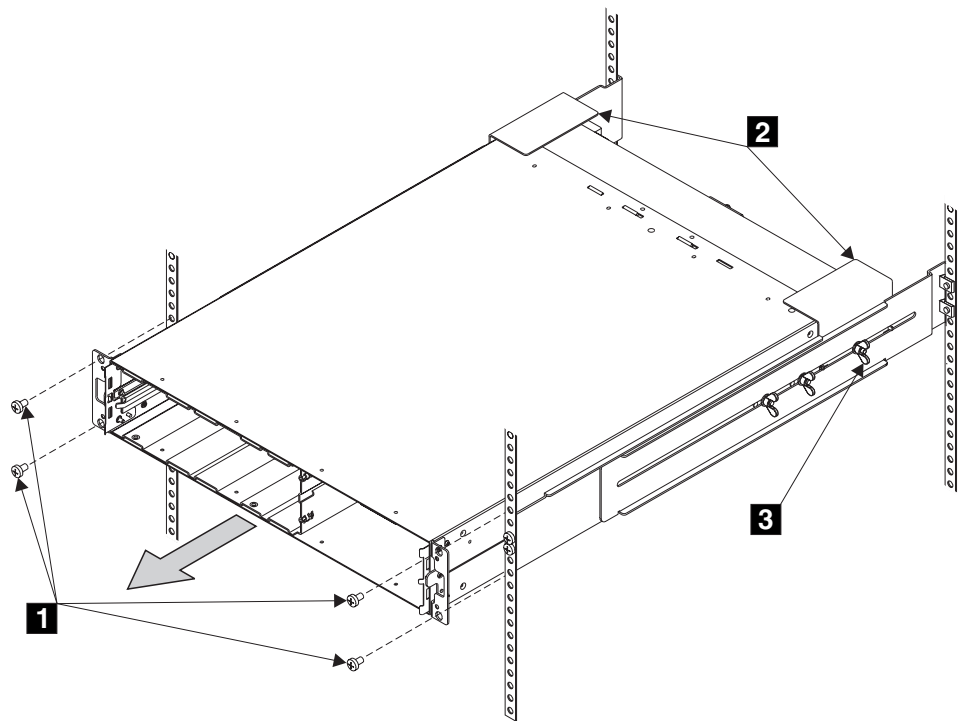

図 162. 2145 無停電電源装置の取り外し
7. 2145 UPS の前面から取り付けねじ (図 162 の **1**) を外します。